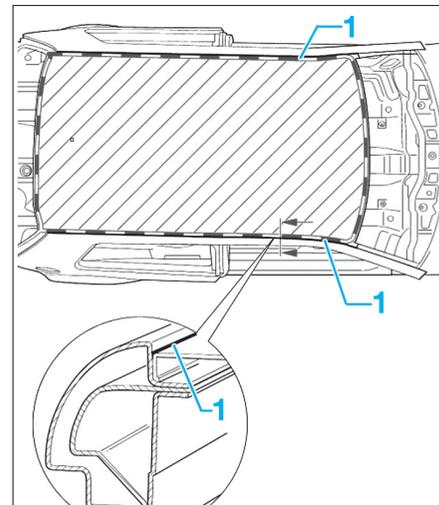

FIG. 76
Le pavillon est assemblé par un cordon au laser (1) (Fig.76) et collé sur les traverses de pavillon. A la repose, ce cordon de soudure est remplacé par des cordons de colle mono-composant et bi-composant.